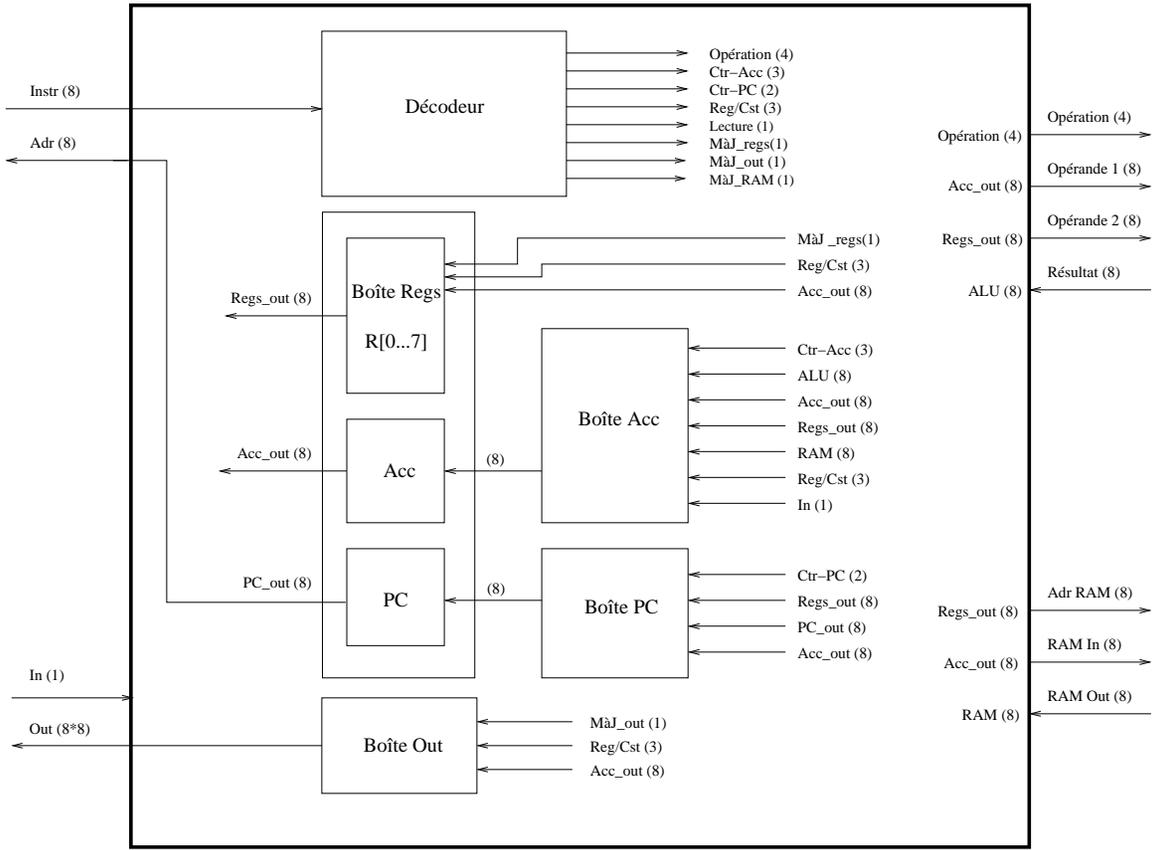

FIG. 2 – Le Bloc de Contrôle
1.2 Le bloc de Contrôle (Fig. 2)